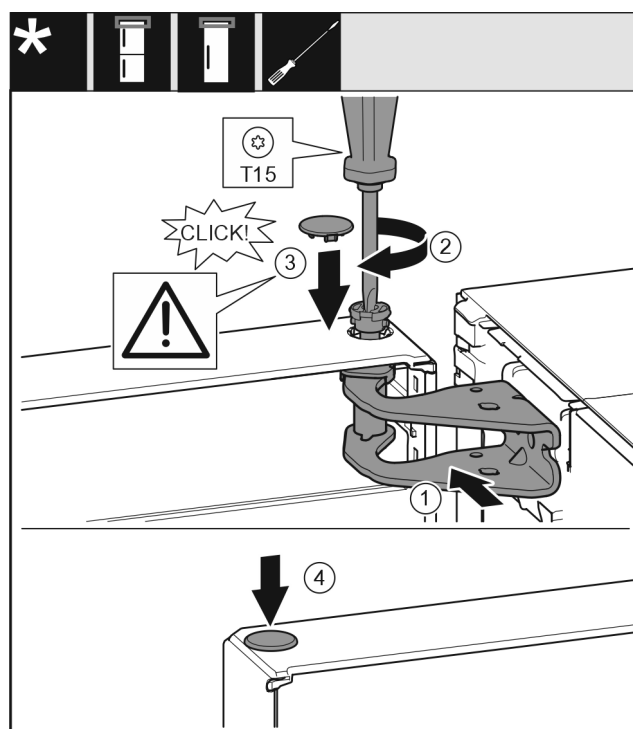

Fig. 23
- Niveloni derën lart për hapjen e saj në bazamentin mbështetës Fig. 23 (1).
- Futni bulonin Fig. 23 (2) dhe mbërthejeni me një kaçavidë.
- Vendosni kapakun mbulues Fig. 23 (3).
- Kontrolloni nëse kapaku mbulues Fig. 23 (3) qëndron mbi derë.
- Vendosni kapakun mbulues Fig. 23 (4).